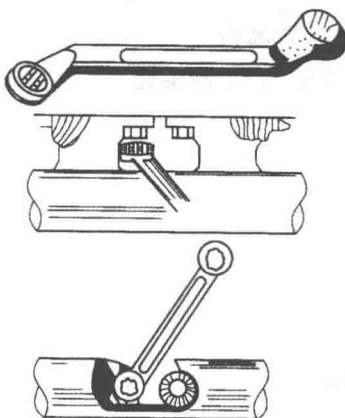

图 1-2 梅花扳手
(2) 梅花扳手(如图 1-2)。梅花扳手同呆扳手的用途相似,但两端是花环式的。其孔壁一般是 12 边形,可将螺栓和螺母头部套住,扭转力矩大,工作可靠,不易滑脱,携带方便。梅花扳手适用于旋转空间狭小的场合。